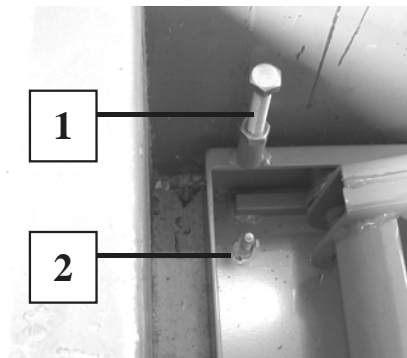

Fig.10
1. **betonnen put:** boor met behulp van een betonboor gaten van 12 mm en 125 mm diep in de vloer. Gebruik het frame van de hefbrug als boormal. Tik keilbouten van het type TIKM12x100 met een hamer in de vloer. Zie ref.2 Fig 10 Draai de keilbouten vast met een momentsleutel tot 45 Nm.
HOOGTE AFSTELBOUTEN (REF.1 FIG.10)